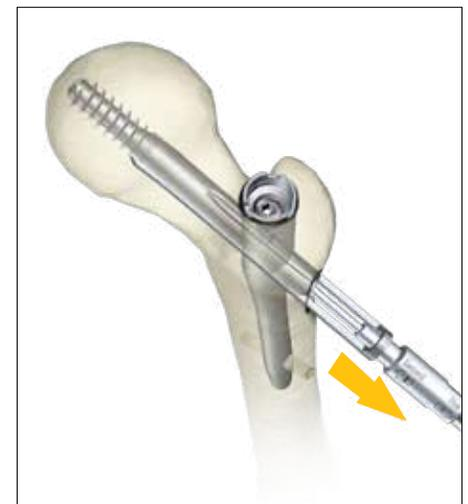

Abb. 178
- Extrahieren Sie die U-Blade mit dem U-Blade-Extraktor (zum Extrahieren kann ein Hammer verwendet werden) (Abb. 178, Abb. 179).